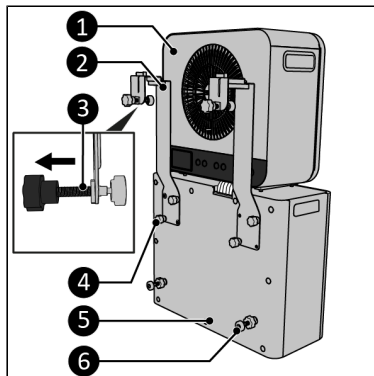

Abbildung 50.
1. Platzieren Sie das Innengerät (Abbildung 50, Pos. 1) lose auf dem Außengerät (Abbildung 50, Pos. 5).
2. Entfernen Sie die vier Schraubkappen (Abbildung 50, Pos. 4).
3. Befestigen Sie beide Caravan-Halterungen (Abbildung 50, Pos. 2) an der Außeneinheit indem Sie zwei Schrauben pro Halterung (Abbildung 50, Pos. 3) festziehen.
4. Achten Sie darauf, die Einstellschrauben (Abbildung 50, Pos. 3) so weit wie möglich herauszudrehen.
5. Befestigen Sie die Abstandshalter (Abbildung 50, Pos. 6) an der Außeneinheit (Abbildung 50, Pos. 5).
13. Stellen Sie sicher, dass das Außengerät waagrecht steht, indem Sie die Abstandsschrauben (Abbildung 50, Pos. 6) einstellen.